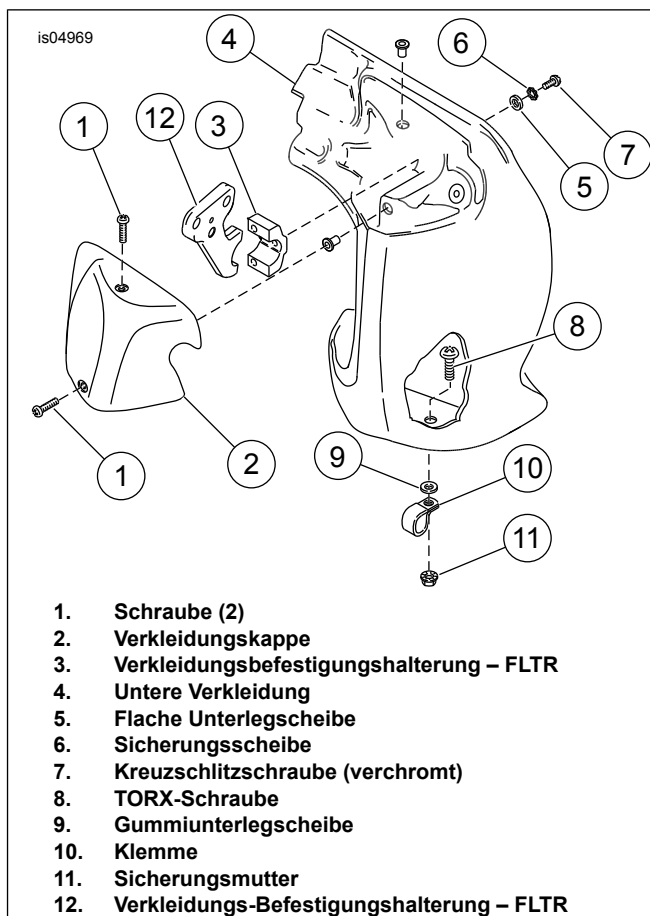

Abbildung 2. FLTR/I-Zubehör, untere Verkleidung
4. Siehe Abbildung 2. Die TORX®-Schraube (8), Gummiunterlegscheibe (9), Sicherungsmutter (11) und Schelle (10), mit der die untere Verkleidung (4) am Motorschutzbügel befestigt ist, entfernen und beiseite legen.
5. Die zwei Schrauben (1), mit denen die Verkleidungskappe (2) an der unteren Verkleidung befestigt ist, entfernen. Die Kappe entfernen. Die Teile zum späteren Einbau beiseite legen.
6. Die Schraube (7), Sicherungsscheibe (6) und flache Unterlegscheibe (5) von der Schelle (3) entfernen, mit der die Oberseite der unteren Verkleidung an der Unterseite der Befestigungshalterung (12) der oberen Verkleidung befestigt ist.
7. Die große Schelle (3) vom Motorschutzbügel entfernen.